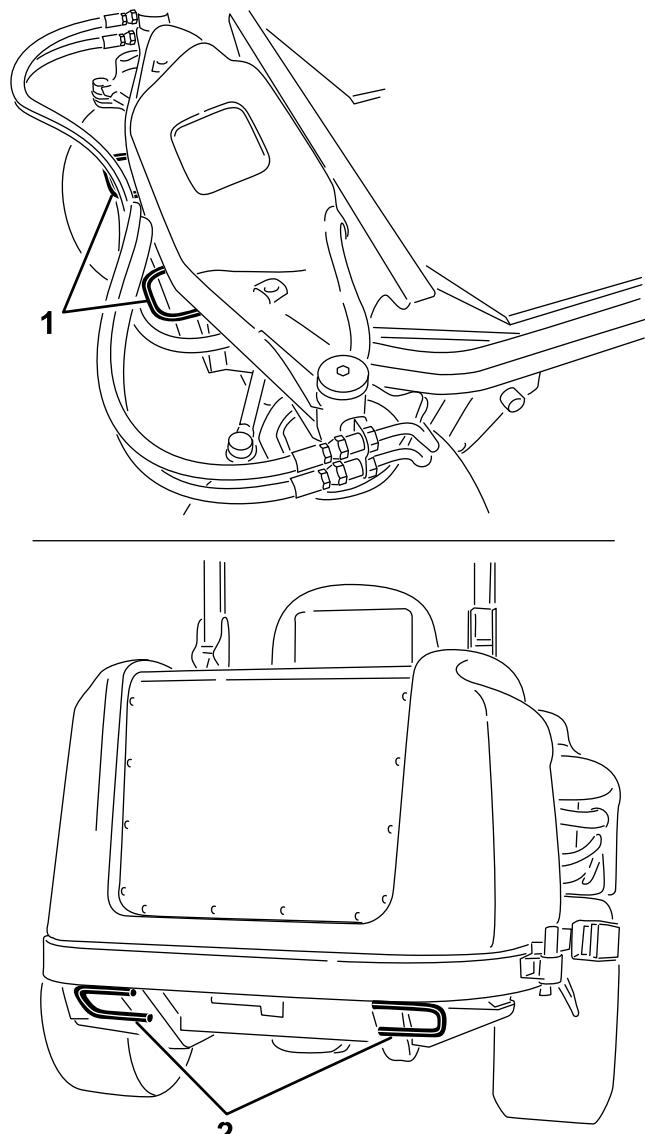

図 36
- (また、トレーラやトラックに機械を載せて運搬する場合には、地域の交通規則にしたがって、ロープ、チェーン、ケーブルなどで確実に機体を固定してください) 図 36。